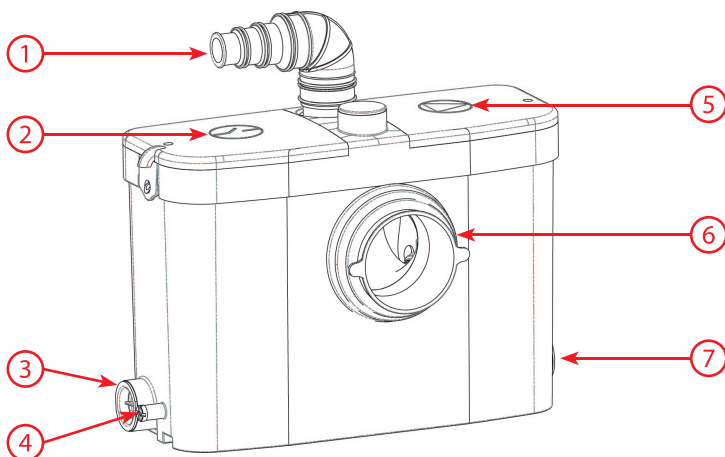

Рис. 1
- Установите насос на выбранное место и выньте заглушки из патрубков на насосе к которым будут присоединяться трубы и/или унитаза (рис. 1).